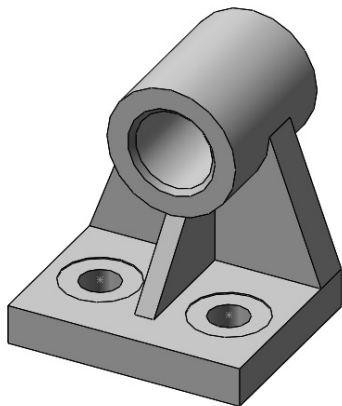

图 4-130 生成轴承座倒角
- [4] 单击【确定】按钮, 生成轴承座倒角, 如图 4-130 所示。